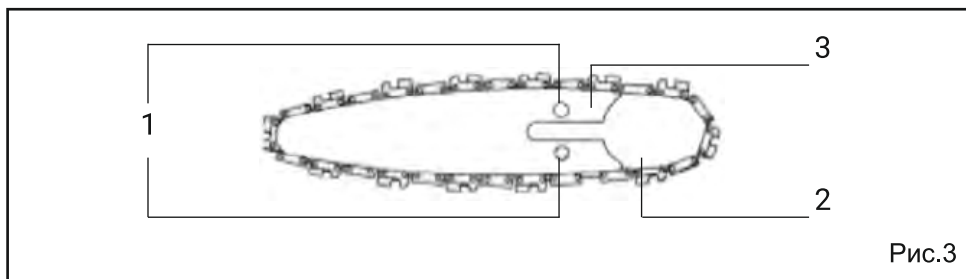

Рис.3
- совместить направляющие пилы с отверстиями на пильной шине (рис. 3, поз. 3);